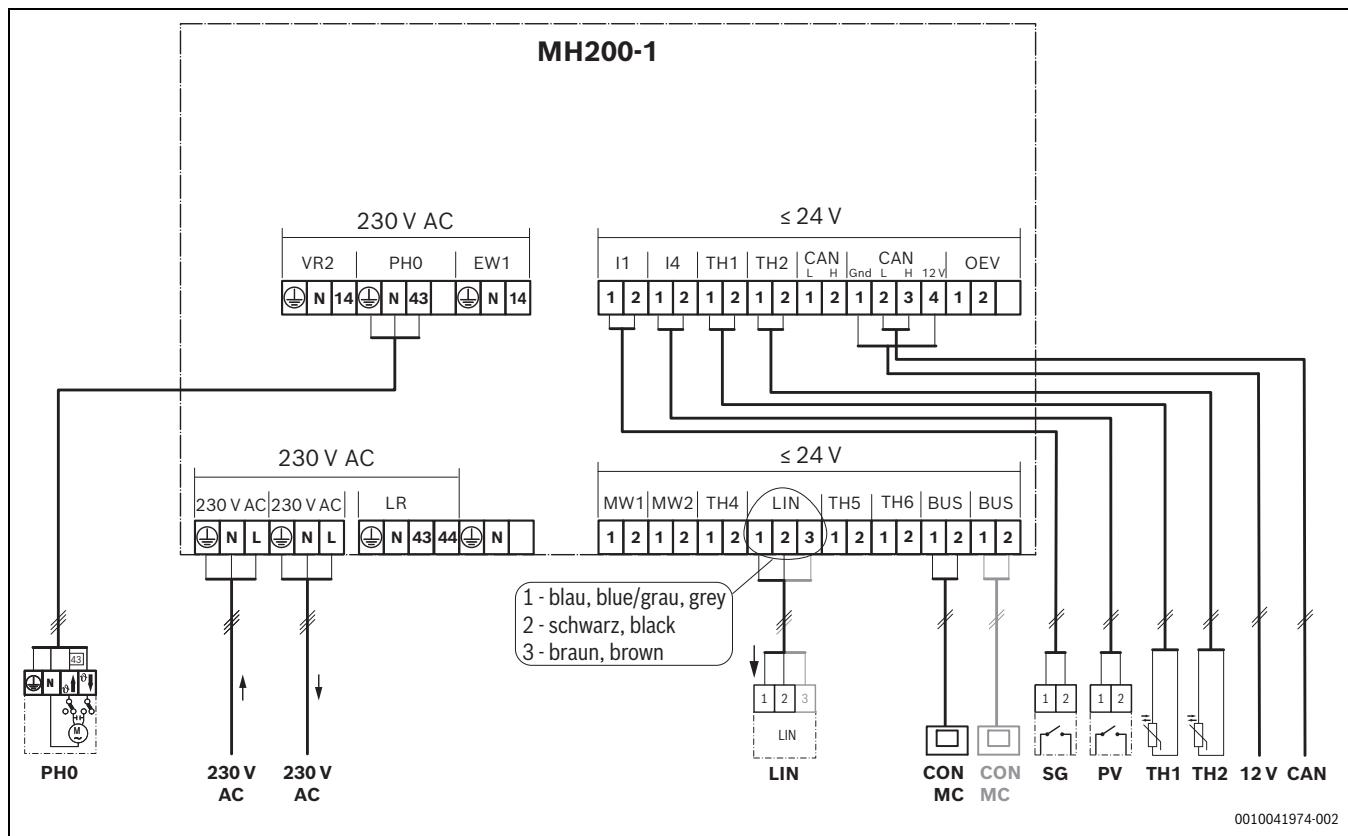

Fig. 3 Aperçu attribution bornes de raccordement
- S'assurer que les câbles sont raccordés aux bornes correspondantes marquées sur le module (→ Fig. 3).